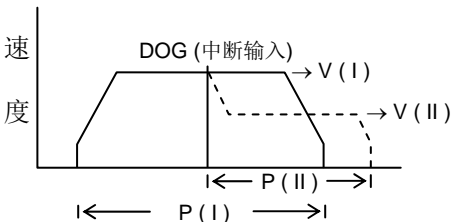
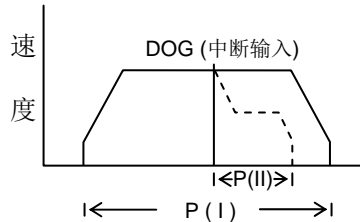
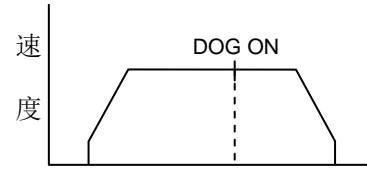

图 2-4-2
图 2-4-3
图 2-4-4
- ◆ 当 P(I) ≠ 0 时, 以 V(I) 的速度运转, 若 DOG 信号未输入则行走 P(I) 的距离停止。如图 2-4-2 或图 2-4-3。若中途 DOG 信号 ON, 则改变速度 V(II) 再行走 P(II) 的距离停止, 若 P(II)=0, 则立即停止。如图 2-4-4。
- ◆ P(II) 的设定范围为 0 ~ 65,535。
- ◆ START 指令启动时, 以 V(I) 速度 (BFM#20, BFM#19) 运转, 移动至 P(I) 目标地址 (BFM#18, BFM#17), 以后再以 V(II) (BFM#24, BFM#23) 速度移行至 P(II) (BFM#22, BFM#21) 目标地址后停止。